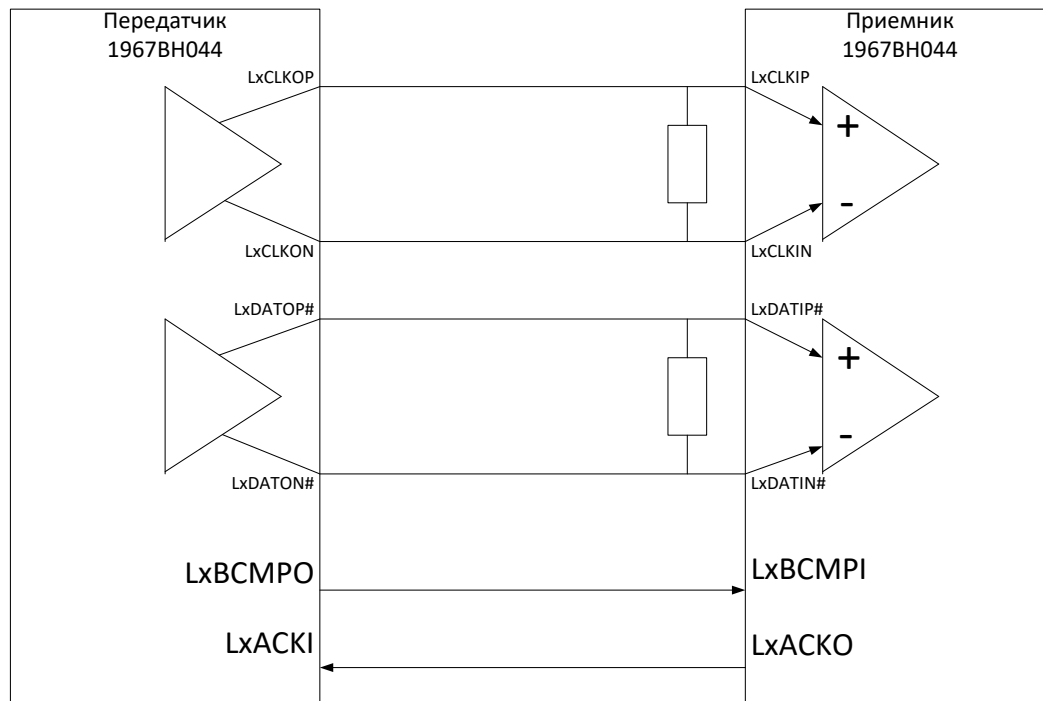

Рисунок 73 – Конфигурация передачи между процессорами
Передача сигналов LVDS требует дифференциального завершения. Рисунок 73 показывает процесс передачи через порт от одного процессора к другому. Внешние резисторы согласования (RT) 100 Ом должны быть установлены на плате как можно ближе к выводам микросхемы. Линии на плате должны быть по возможности одинаковыми для того, чтобы поддерживать одинаковое время задержки для всех выводов данных и тактовых сигналов.